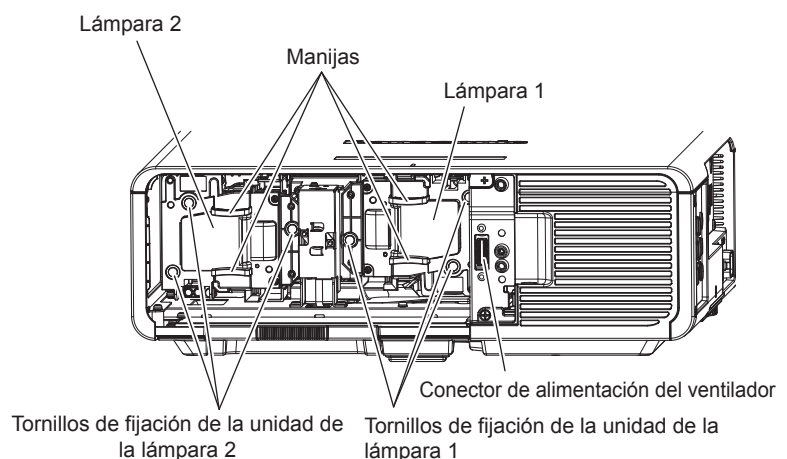

Figura 2
- 3) **Quite la lámpara. (Figura 2)**